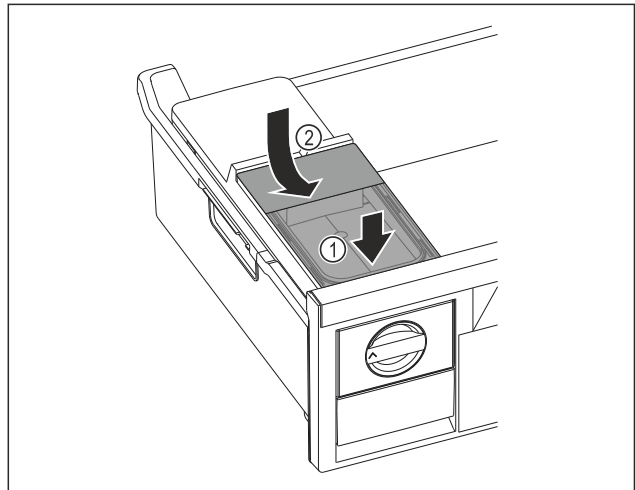

Fig. 104
- ▶ Wassertank vorne ansetzen. Fig. 104 (1)
- ▶ Wassertank hinten absenken. Fig. 104 (2)